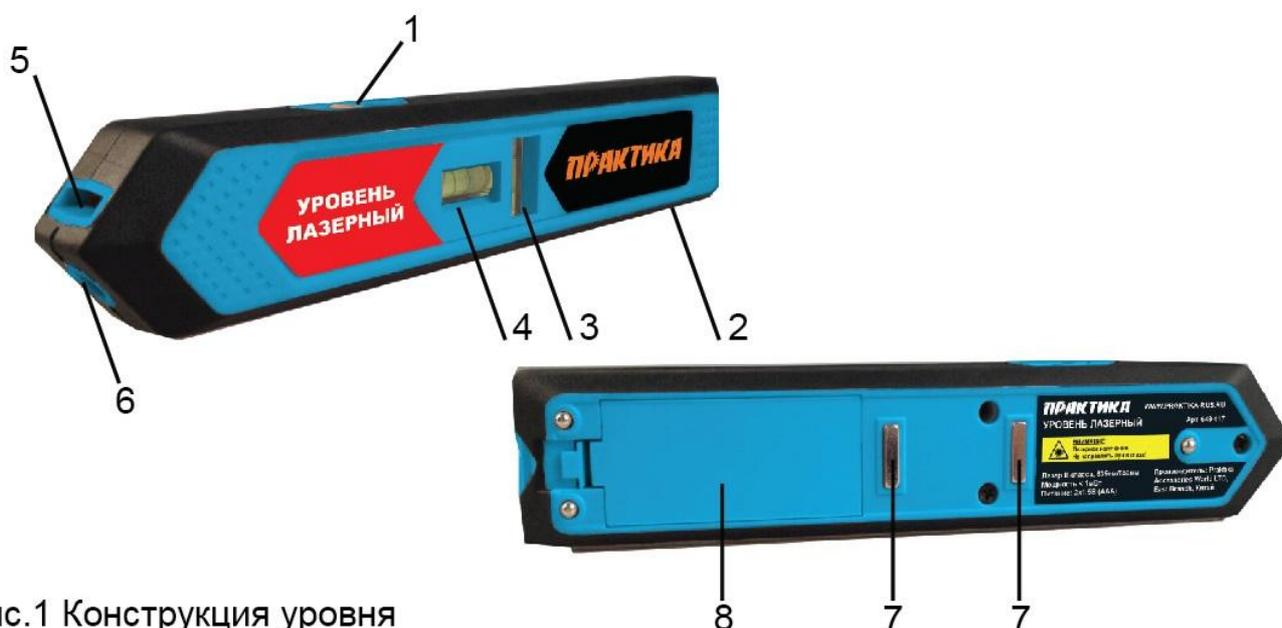

Рис.1 Конструкция уровня
Конструкция лазерного уровня (Рис. 1):
**2.11** ОПАСНО! Уровни вертикального и горизонтального выравнивания 3 и 4 (Рис.1) содержат легко воспламеняющуюся жидкость. Повреждение уровней может вызвать поражение дыхательных путей, раздражение глаз и кожи.
Снимите крышку 8 отсека элементов питания на обратной поверхности корпуса уровня (Рис.1). Установите новые элементы питания (2 x 1,5В тип «ААА») в отсек, соблюдая полярность. Закройте крышку отсека элементов питания.
Для проецирования линии из выходного отверстия 5 (рис. 1) сдвиньте клавишу включения 1 вперед. Для включения луча для проецирования точки из выходного отверстия 6 (рис. 1) сдвиньте клавишу включения 1 назад. Для выключения уровня сдвиньте клавишу 1 в центральное положение.